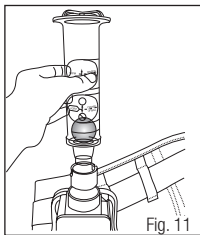
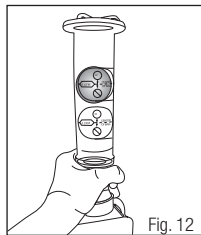

Fig. 11
Fig. 12
- c. V-199 – Introduzca en el extremo del adaptador (Fig. 11) y sostenga verticalmente con el pulgar e índice para cubrir las dos ranuras de seguro de los tubos de respiración en el conector (Fig. 12).
7. Para casco de ajuste holgado la pelota debe estar ubicada en o arriba del círculo de prueba superior (6 cfm) de flujo del casco o capucha. (Fig. 12).